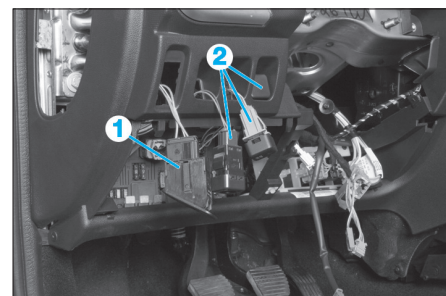

Fig. 15
- Dégrafer et débrancher la molette de réglage du site des feux (1) ainsi que les autres contacteurs (2) pour les déposer (Fig.15).